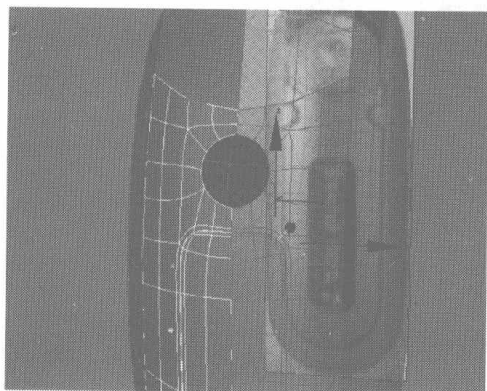
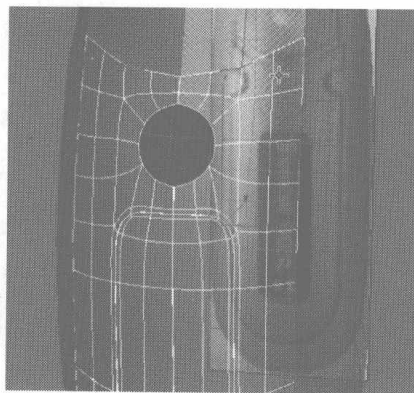

图 3.84
图 3.85
- 04** 选择如图 3.84 所示面片物体, 在 Modify 控制面板下面单击 按钮, 取消唯一化, 再单击右键, 在弹出的快捷菜单中选择 Attach 命令, 然后选择视图中另一半面片物体, 并将其合并, 如图 3.85 所示。